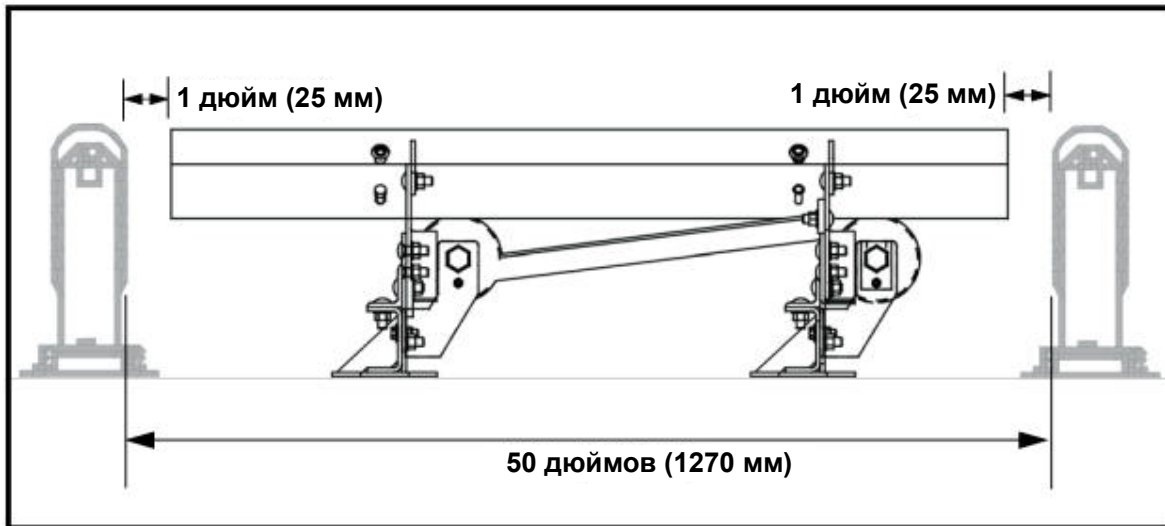

Рис. 2. Установка скользящей опоры на роликах
6. Установите скользящую опору по центру между оставшимися роликами (см. рис. 1). Ролики должны быть установлены примерно на расстоянии 50 дюймов (1270 мм) друг от друга. Установите ролик на 1 дюйм (25 мм) перед и 1 дюйм (25 мм) за скользящей опорой. (см. рис. 2)